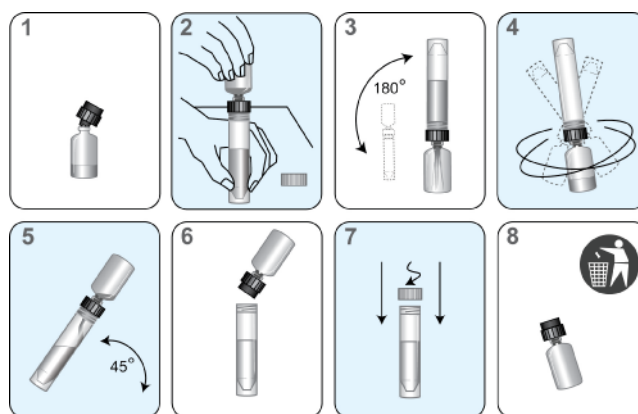

Figure 5. Procédure de reconstitution des réactifs
- ii. Insérez fermement l'extrémité à encoche du collet de reconstitution (noir) dans le flacon (Figure 5, étape 1).
- iv. Placez le flacon de solution de reconstitution sur une surface stable (p. ex. une pailasse). Retournez ensuite le flacon de réactif lyophilisé au-dessus du flacon de solution de reconstitution et attachez le collet solidement au flacon de la solution de reconstitution (Figure 5, étape 2).
- v. Retournez lentement les flacons assemblés (flacon attaché au flacon de solution) pour que la solution puisse s'écouler dans le flacon en verre (Figure 5, étape 3).
- vi. Soulevez les flacons assemblés et faites-les tourner pendant au moins 10 secondes (Figure 5, étape 4).
- c. Inclinez lentement les flacons assemblés pour permettre à la totalité de la solution de s'écouler de nouveau dans le flacon de solution de reconstitution (Figure 5, étape 5).
- d. Enlevez avec précaution le collet de reconstitution et le flacon en verre (Figure 5, étape 6).
- e. Rebouchez le flacon. Notez les initiales de l'opérateur ainsi que la date de reconstitution sur l'étiquette (Figure 5, étape 7).
- f. Jetez le collet de reconstitution et le flacon en verre (figure 5, étape 8).